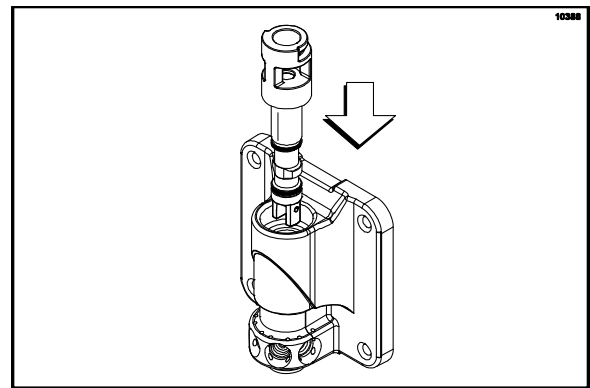

Рисунок 120
10. Вставьте и выровняйте узел спиннера раздаточного клапана в двери для молочных коктейлей, как показано на рисунке. (См. рис. 120)